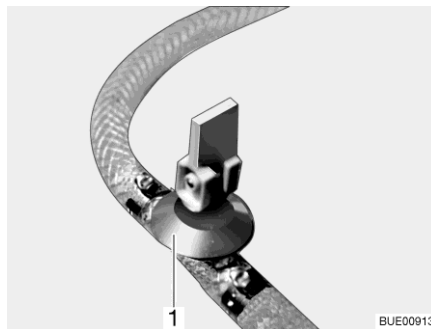
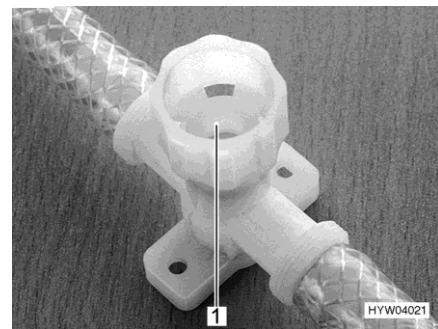

Bild 267 Ablasshahn (mit Kipphebel)
Bild 268 Ablasshahn (mit Drehkappe)
- Alle Ablasshähne öffnen. Dazu den Kipphebel des Ablasshahns (Bild 267,1) senkrecht stellen oder die Kappe des Ablasshahns (Bild 268,1) entgegen dem Uhrzeigersinn drehen.